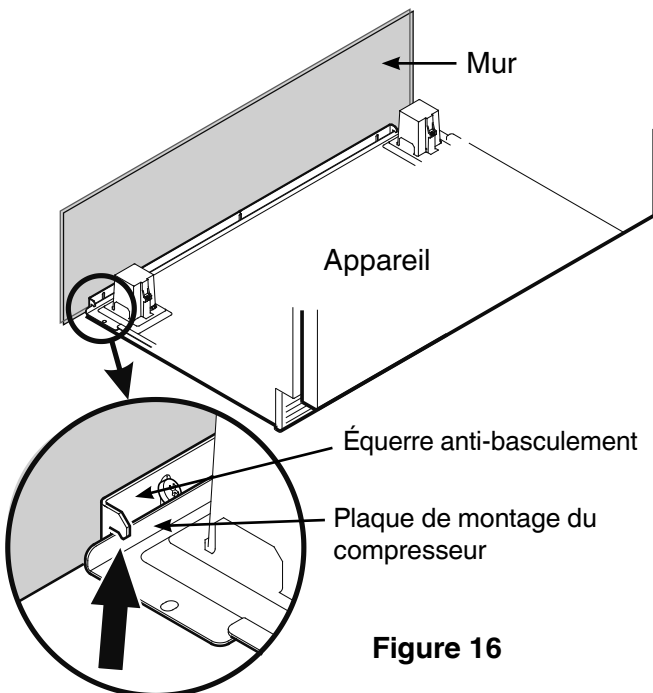

Figure 16
4. Pousser lentement l'appareil vers le mur arrière jusqu'à ce que la plaque de montage du compresseur soit en contact avec l'équerre antibasculement (Figure 16).
**Afin d'éviter que l'appareil ne bascule vers l'avant, la plaque de montage du compresseur doit être en contact avec l'équerre antibasculement (Figure 16).**